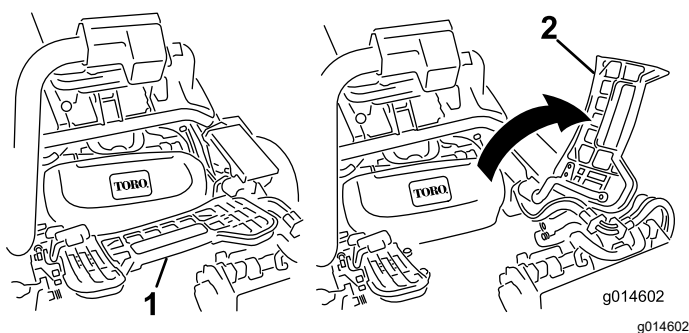

Figura 46
1. Levante el reposapiés y gírelo hacia arriba, para tener acceso a la posición de la unidad de corte central (Figura 46).